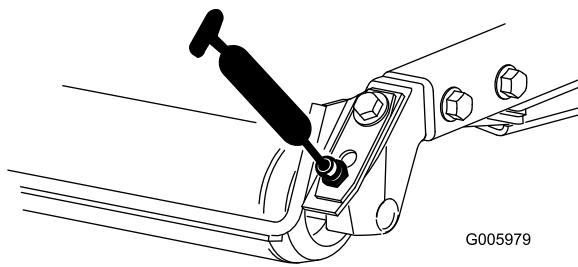

Figure 43
- Roulements de rouleau arrière (2 par unité de coupe), comme montré à la Figure 43